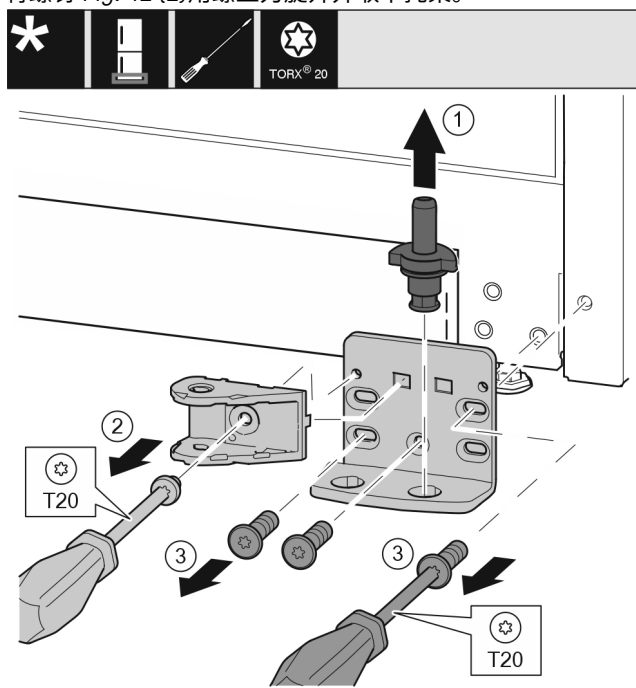

Fig. 43 *
- ▶ 将轴承螺栓 Fig. 43 (1) 完全向上拉出。*
- ▶ 将螺钉 Fig. 43 (2) 用螺丝刀旋开并取下关门阻尼器连接装置。*
- ▶ 将螺钉 Fig. 43 (3) 用螺丝刀旋开并取下托架。*